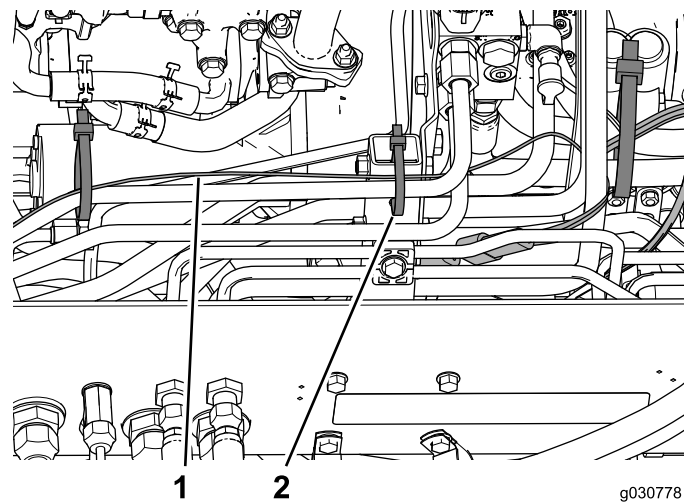
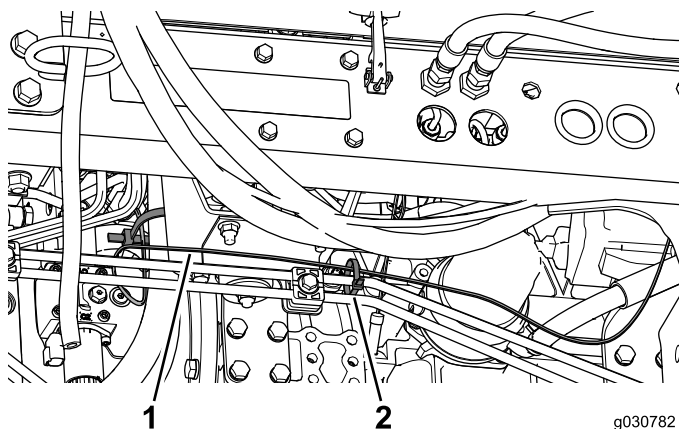

Figura 49
Figura 50
5. Utilice bridas para sujetar el arnés de cables a las mangueras y tubos hidráulicos en los puntos indicados en Figura 49 y Figura 50.